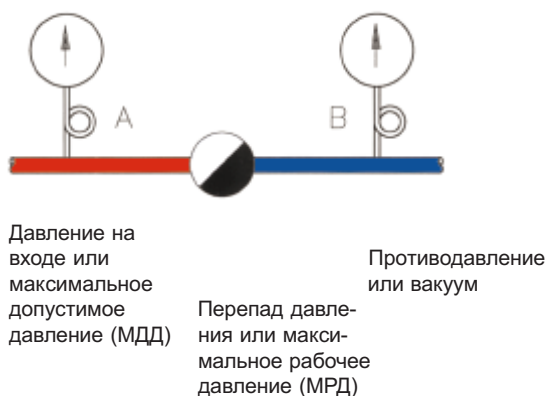

Рис. 14-1
3. Перепад давления. Максимальный перепад – это разница между давлением в котле, или главном паропроводе, или выходным давлением после дроссельно-регулирующего клапана и давлением в линии возврата конденсата. См. Рис. 14-1. Конденсатоотводчик должен открываться, преодолевая этот перепад давления.
Например, максимальное входное давление равно 26 бар, а давление в линии возврата равно 11 Бар. В результате, перепад давления составляет 15 Бар, однако конденсатоотводчик должен быть рассчитан на максимальное давление 26 Бар. См. Рис. 14-1.